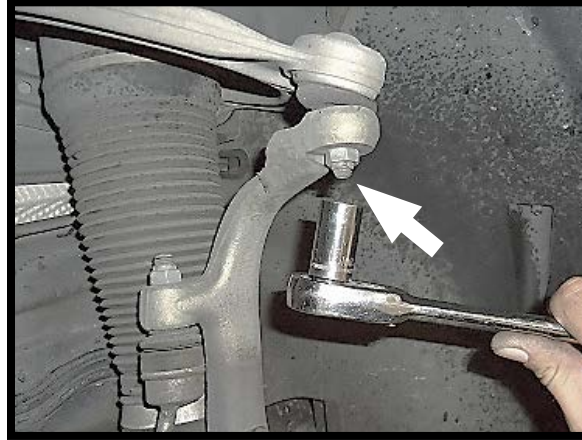

ABBILDUNG 13
8. OBERE QUERLENKERMUTTER LÖSEN. (ABBILDUNG 13)